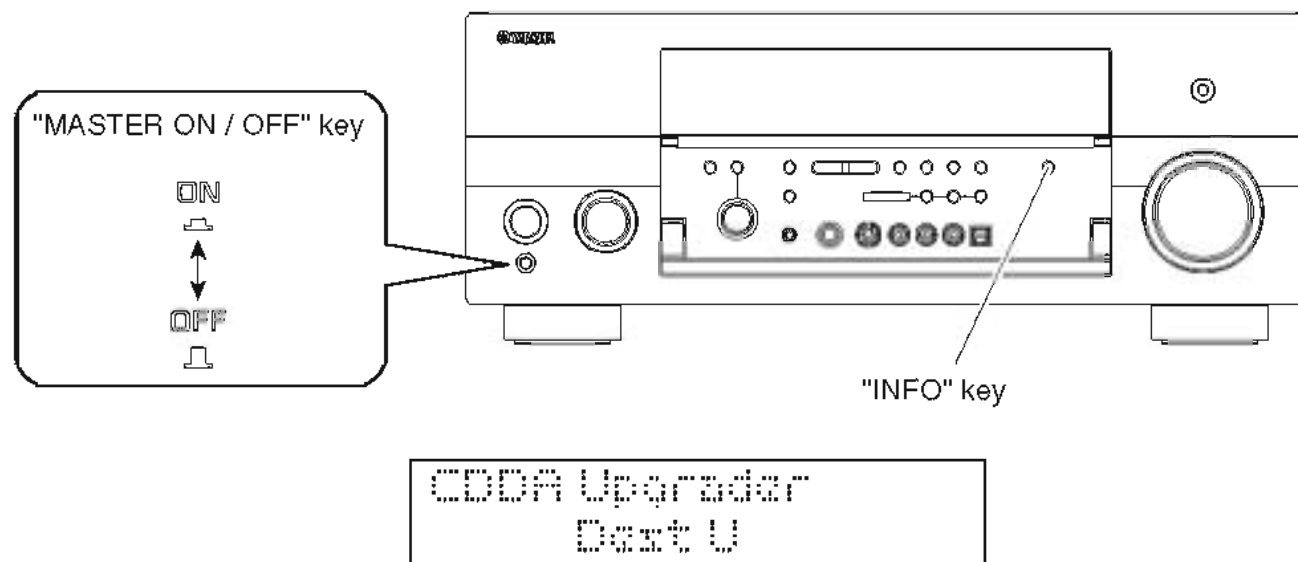

Fig. 2
3. Press the "MASTER ON/OFF" key of this unit to set it to the ON state. (Fig. 2)
4. While pressing the "INFO" key of this unit, connect the power cable of this unit to the AC outlet. (Fig. 2)
<CDDA Upgrader Dest x> is displayed. (Fig. 2)
3. 本機の "MASTER ON/OFF" キーを押して、ON の状態にします。(Fig. 2)
4. 本機の "INFO" キーを押しながら、本機の電源コードを AC コンセントに接続します。(Fig. 2)
< CDDA Upgrader Dest x >が表示されます。(Fig. 2)